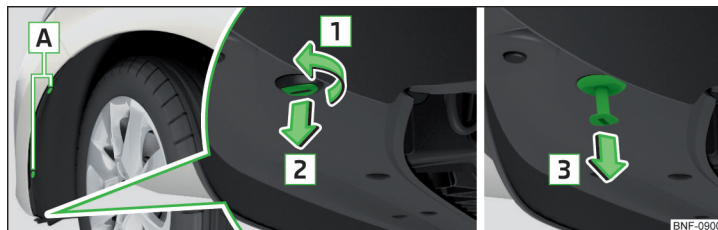

Fig. 178 Aftagning af hjulkassebeklædning
- Skru skruerne **A** » Fig. 178 ud af hjulkassebeklædningen med skruetrækkeren fra bilens værktøj.
- Sæt den del af låseclipsen, der har en slids, i modsat pilens retning **2**, og drej den en kvart omdrejning modsat pilens retning **1** » Fig. 178.